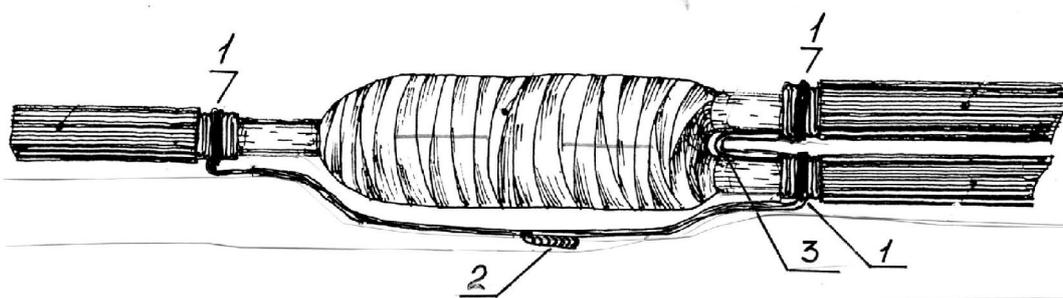

Рис. 8. Перепайка брони.
4.10. Производится перепайка брони соединением бандажных проволок скруткой с последующей пропайкой (Рис. 8).